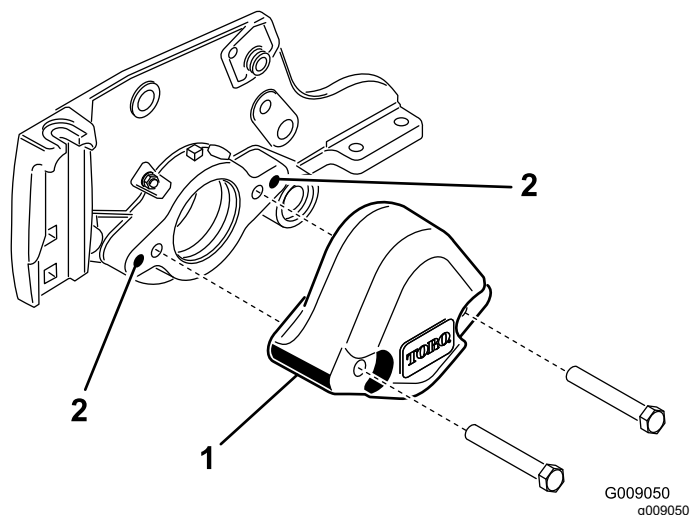

Figure 4
4. Avec un taraud de $\frac{3}{8}$ -16, retirez la peinture des trous de montage extérieurs des plaques latérales (Figure 4).
3. Retirez les 2 boulons de fixation du contrepoids à l'extrémité gauche de l'unité de coupe. Déposez le contrepoids (Figure 4).